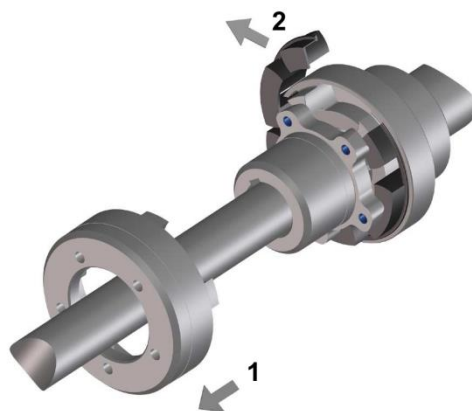

Рисунок 16
- ☐ Открутите кулачковое кольцо и сдвиньте его назад (рисунок 16, № 1).
- ☐ Выньте прокладочное кольцо (рисунок 16, № 2). Начинайте вынимать его с отрезанного соединительного звена.